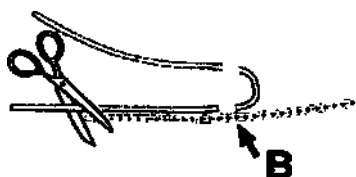

Рисунок 11
8. Если расстояние «В» меньше 29 см, расположите градуированный конец туннельного проводника вдоль одной ветви удлинительного катетера так, чтобы точка замеренной длины «В» была на уровне верхнего края дакроновой манжеты. Обрежьте удлинительный катетер на уровне конца туннельного проводника (Рисунок 11). Обрезайте трубку строго перпендикулярно одним движением шовных ножниц.